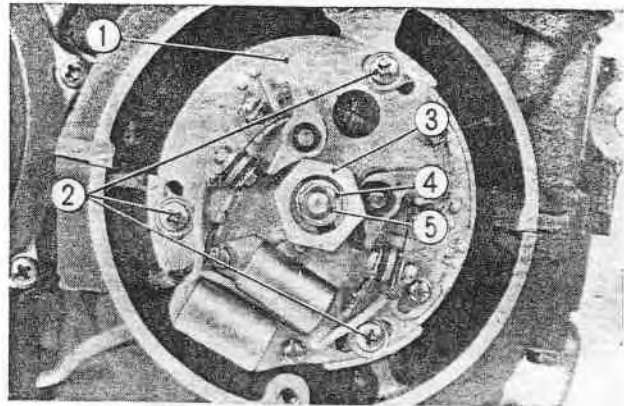

Fig. 7-18 ① Ensemble du rupteur
3. Monter la rondelle spéciale de l'axe du dispositif d'avance, la rondelle de 6mm et serrer l'écrou six pans de 6mm. (Fig. 7-18)